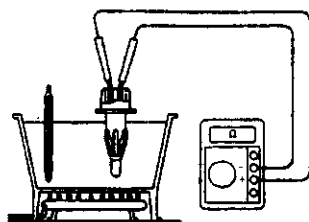

图 2-67 检查冷却液温度传感器
(1) 将冷却液温度传感器放入容器中,将水加温,如图 2-67 所示。改变冷却液温度,检查冷却液温度传感器的电阻变化。用欧姆表测量端子间的电阻,其电阻值如表 2-30 所示。如